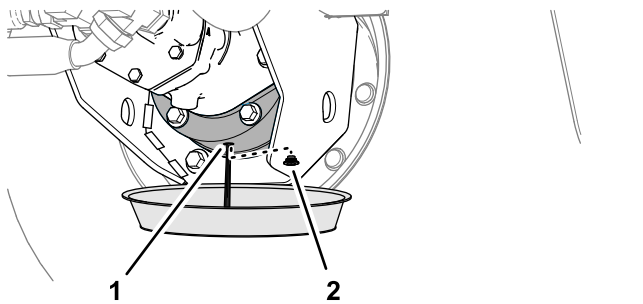

Рисунок 91
6. Установите сливной поддон под корпус тормоза, снимите пробку сливного отверстия и дайте маслу полностью стечь (Рисунок 91).